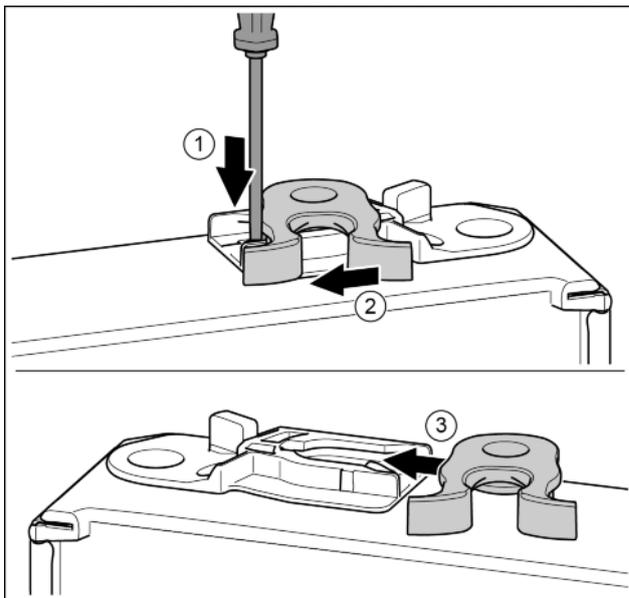

Fig. 18*
- ▶ Con un cacciavite spingere la linguetta verso il basso.* Fig. 18 (1)
- ▶ Estrarre il gancio di chiusura dalla guida.* Fig. 18 (2)
- ▶ Spingere il gancio di chiusura sull'altro lato nella guida.* Fig. 18 (3)